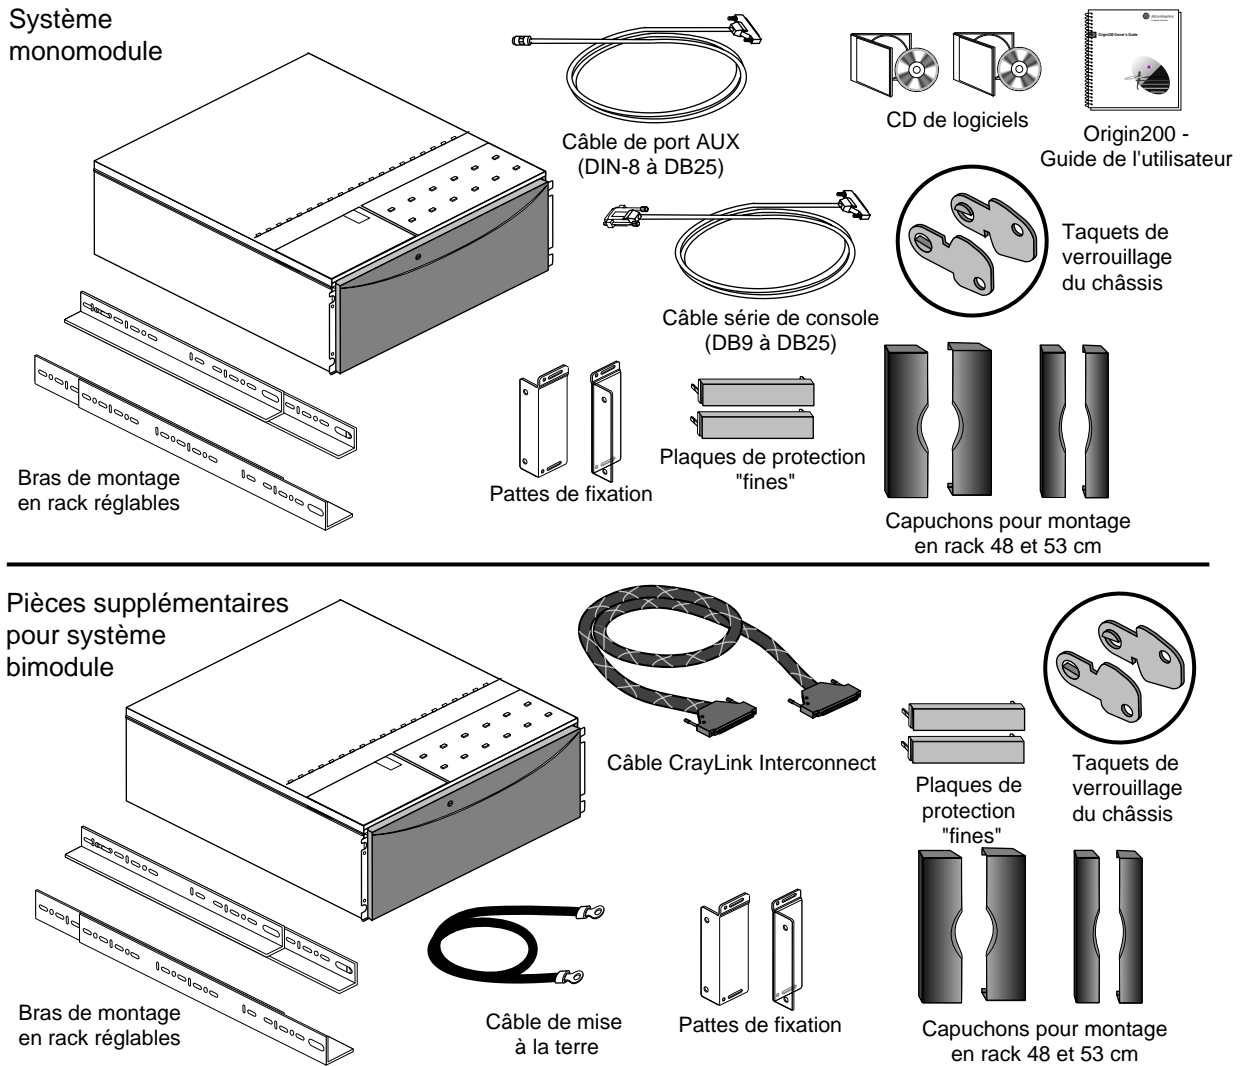

Figure 2-3 Éléments de base inclus avec le serveur Origin200 (configuration à rack)
La Figure 2-3 montre les différents éléments livrés avec un serveur Origin200, pour une configuration montable en rack. (Les plaques de protection de type fin sont jointes dans le tiroir de périphérique.)
2. Vérifiez que vous avez bien toutes les pièces. Voir la Figure 2-2 et la Figure 2-3.